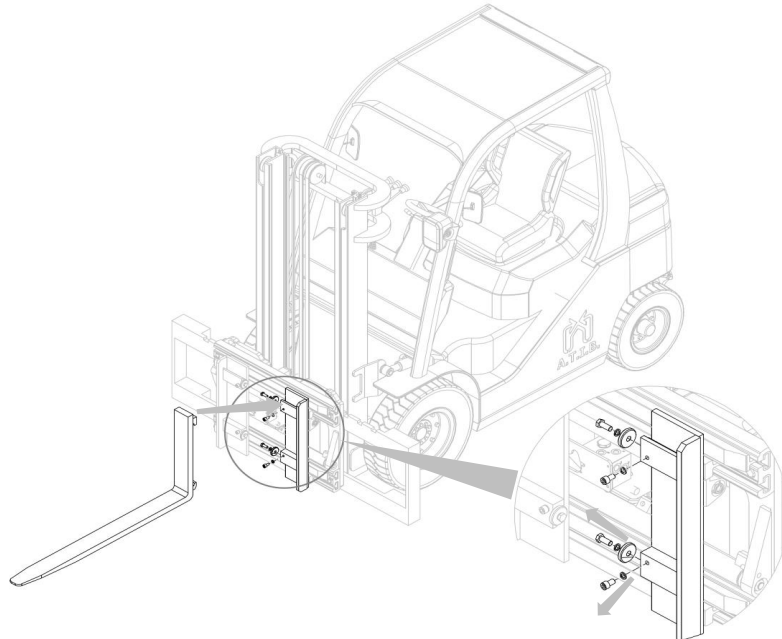

Figure 9
1. Appliquer les fourches après avoir dévissé les butées de fourche des fourreaux (voir *Figure 9*), en fonction de la largeur des fourches, utiliser les butées de fourche les plus adaptés (latéraux ou placés sur